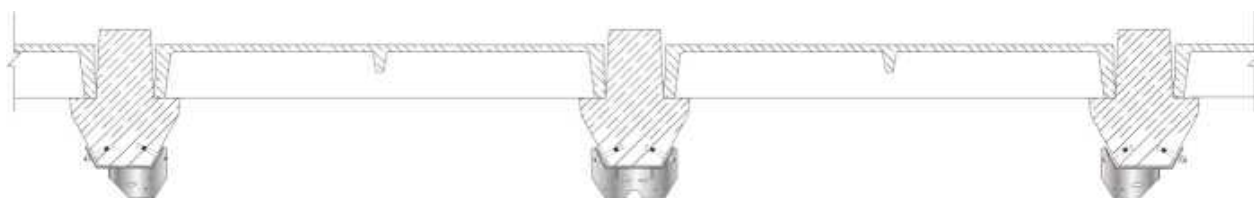

Рисунок 4*
3. Установить концевые и промежуточные элементы крепления фермы на потолок или иную несущую конструкцию [Рисунок 4].